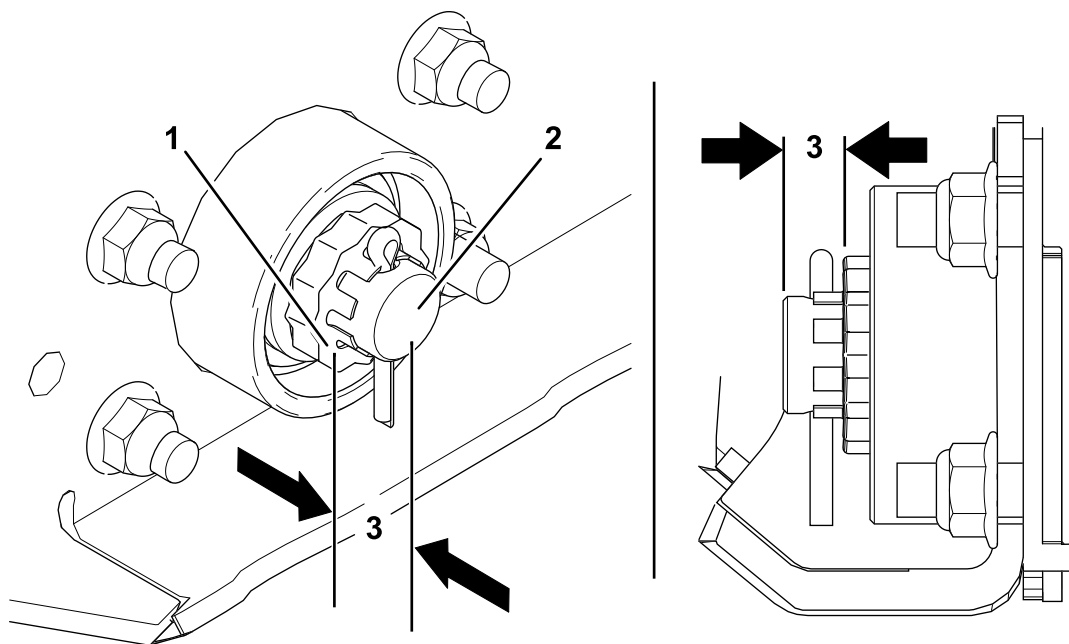

**Figura 3**
1. Instale los engrasadores en los bujes (Figura 3).
4. Instale los bujes en cada patín con 16 pernos de cuello cuadrado ( $\frac{3}{8}$ " x  $1\frac{1}{4}$ ") y 16 pernos de cuello cuadrado ( $\frac{3}{8}$ " x  $1\frac{1}{4}$ "); consulte la Figura 3.
6. Instale los rodillos en el conjunto del patín con 2 cojinetes de rodillos, 2 arandelas planas, 2 tuercas (11/32") y 2 contratuercas (Figura 3).
8. Instale la chaveta después de ajustar la contratuerca (Figura 3).
10. Instale los rodillos en el conjunto del patín con 2 cojinetes de rodillos, 2 arandelas planas, 2 tuercas (11/32") y 2 contratuercas (Figura 3).
13. Instale las chavetas y asegúrese de que las 4 chavetas encajan en las contratuercas (Figura 3).
16. Instale los tapones guardapolvo en cada extremo de los rodillos (Figura 3).